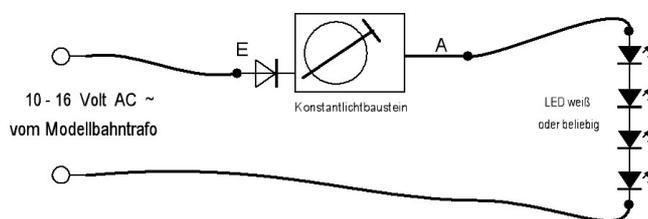

Bild 3: Anschlussplan mehrfache LEDs für den Konstantlicht Baustein AC, 7202
- Weiter kann nicht nur eine LED angeschlossen werden, es können mehrere sein, siehe Bild 3, in Reihenschaltung oder auch parallel geschaltet (ohne Bild)